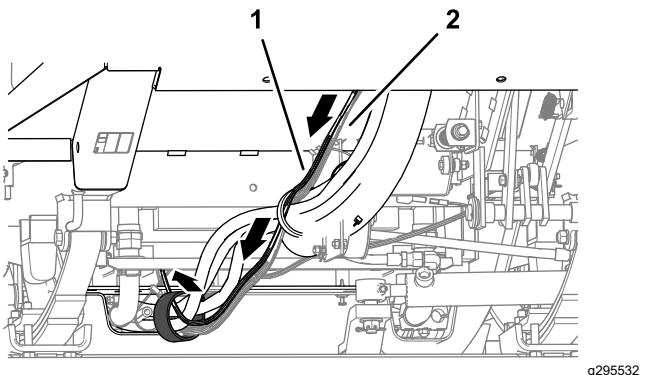

Figure 71
1. Fixez les faisceaux aux flexibles hydrauliques avec un attache-câble (Figure 71).